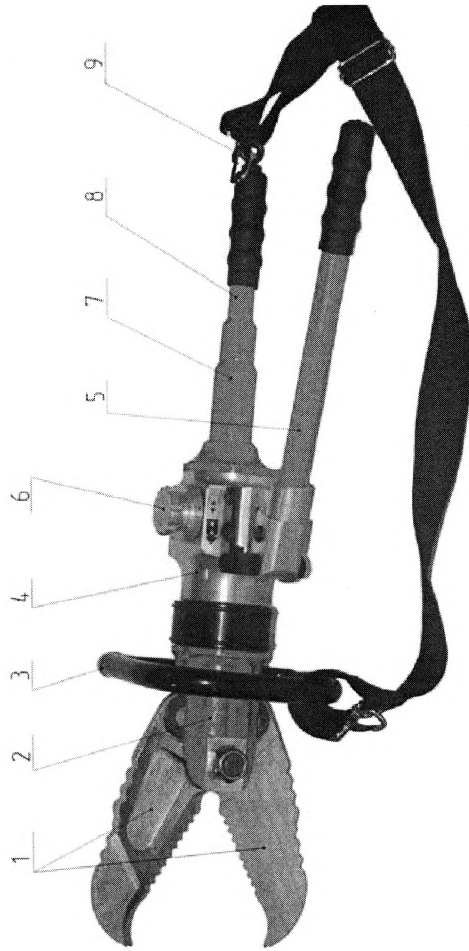

Рис. 1 Кусачки гидравлические со встроенным насосом КГл 63
5.1. Кусачки гидравлические со встроенным насосом КГл 63 (рис.1) содержат два подвижных лезвия 1 с рычажным силовым механизмом шарнирно связанные посредством оси с цилиндрическим корпусом 2, который связан с корпусом насоса 4. На корпусе насоса установлены две рукоятки, одна из которых неподвижная 8, а другая – подвижная 5, приводящая в действие насос. Концы рукояток снабжены резиновыми рельефными ручками, исключающими соскальзывание руки оператора.